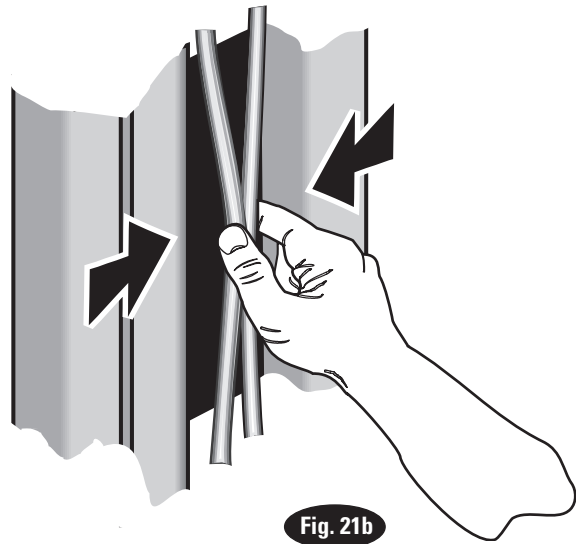

Fig. 21b
22. Ajustes del Cable del Ecuilizador: Levante el elevador para revisar la tensión del cable ecuilizador. Debajo del remache, sujete los cables adyacentes entre el pulgar y el índice, con un esfuerzo de alrededor de 15 lb. debe poder tirar de los cables. Ajuste y amarre los cables Fig. 21b.